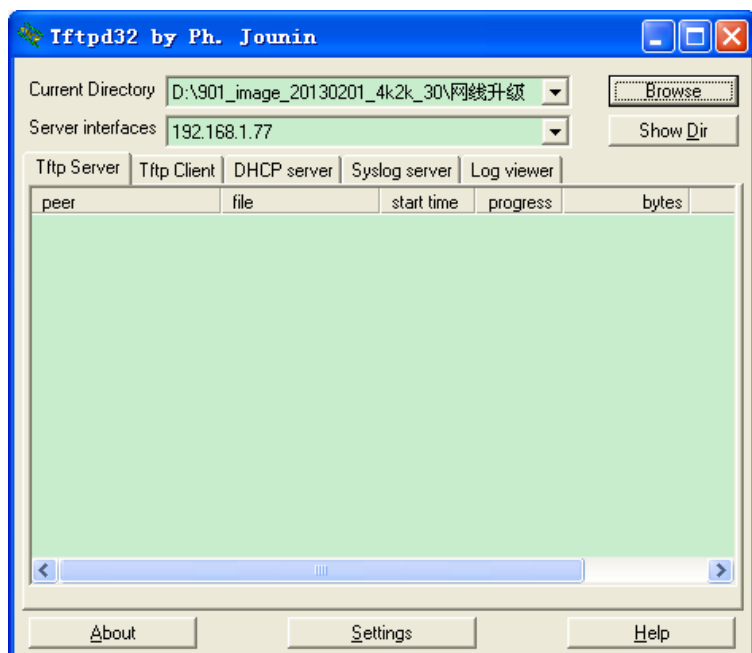

图 3.31
(1) 首先, 双击 tftpd32.exe 的图标打开 tftp, 如下图 3.31。